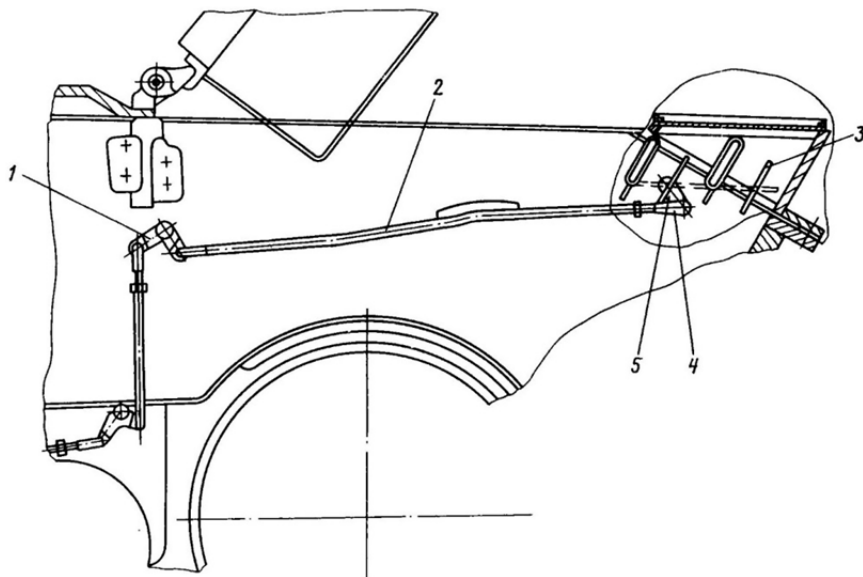

Рис. 5.9. Выходные жалюзи:
2. отсоединить тягу 2 (рис. 5.9) от рычага 1;